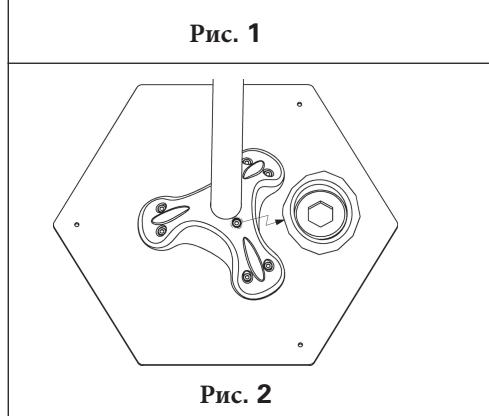

Рис. 2
2. Вставьте собранные трубы в основание и затяните болты до того, чтобы трубка крепко держалась в основании (рис. 2).